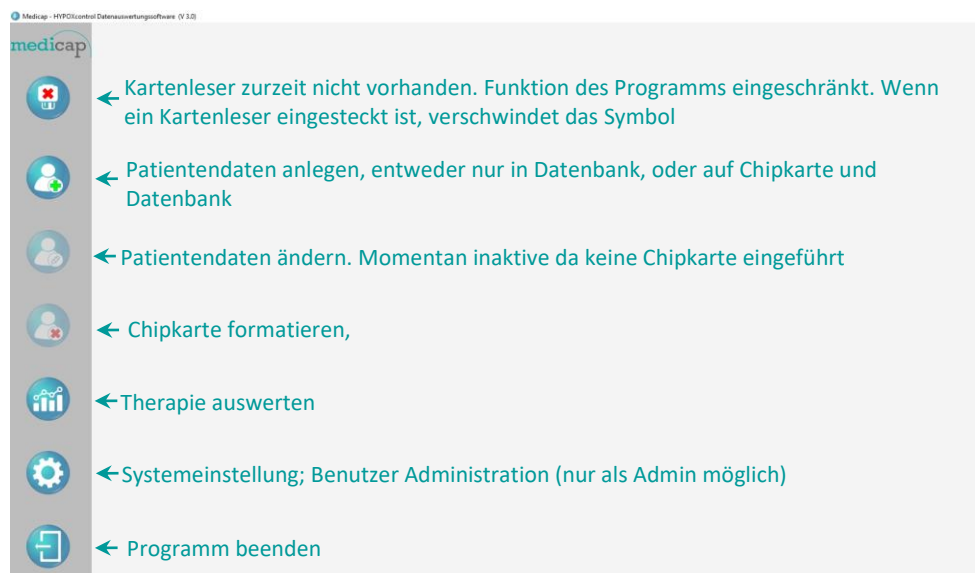

Bild 6-2:Hauptmenü der Analysesoftware
- (17) Die Systemeinstellungen und die Benutzeradministration erreicht man durch klicken auf das Symbol  aus dem Hauptmenü (siehe Bild 6-2) heraus. Es öffnet sich dann das folgende Fenster.